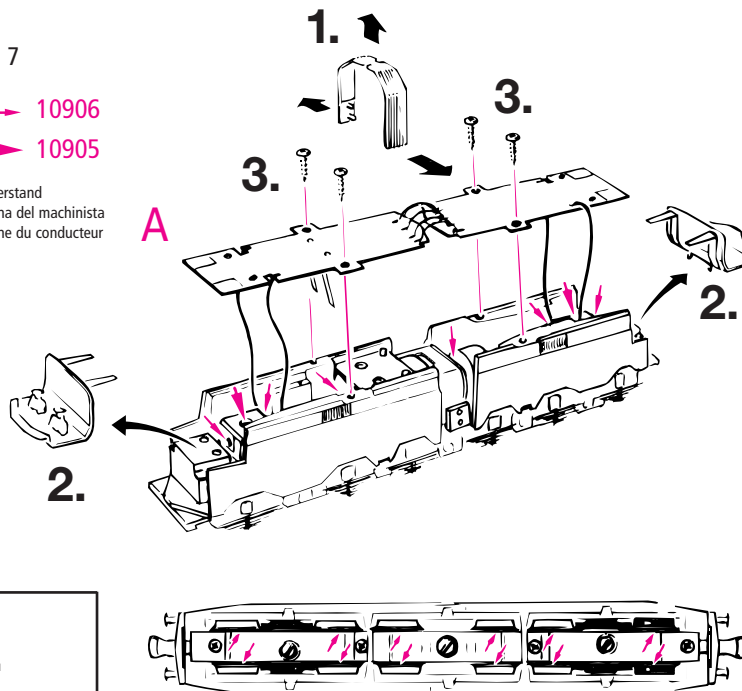

Fig. 8
**5. Kohlebürstenwechsel:** Lokgehäuse abnehmen (Fig. 3). Danach wird der **Motor ausgebaut** und die **Kohlebürsten ausgewechselt** (Fig. 8).
Démontez la caisse (voir fig. 3). Démontez ensuite le moteur et échangez le balais (fig. 8).
**5. Sostituzione delle spazzole di carbone:** Rimuovere la carrozzeria della locomotiva (fig. 3). Dopodiché smontare il motore e sostituire le spazzole di carbone (fig. 8).